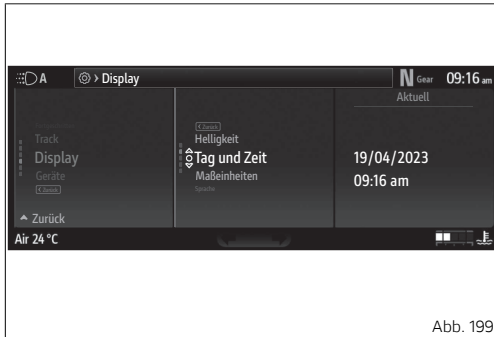

Abb. 199
- Die Angabe „Tag und Zeit“ wählen, (so wird der aktuelle Status angezeigt Abb. 199 S.251), und die Taste \circ drücken.